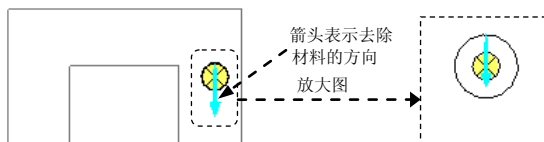

图 5.2.63 去除材料的方向
说明：如图 5.2.63 所示，在模型中的圆内可看到一个黄色的箭头，该箭头表示去除材料的方向。为了便于理解该箭头方向的意义，请将模型放大（操作方法是滚动鼠标的中键滑轮），此时箭头位于圆内（见图 5.2.63 所示的放大图）。如果箭头指向圆内，系统会将圆内部的材料挖除掉，圆圈外部的材料保留；如果改变箭头的方向，使箭头指向圆外，则系统会将圆圈外部的材料去掉，圆圈内部的材料保留。要改变该箭头方向，有如下几种方法：
Step1. 单击工具栏中的按钮（或选择下拉菜单 文件(F) →  保存(S) 命令），系统弹出如图 5.2.63 所示的对话框，文件名出现在 模型名称 文本框中。